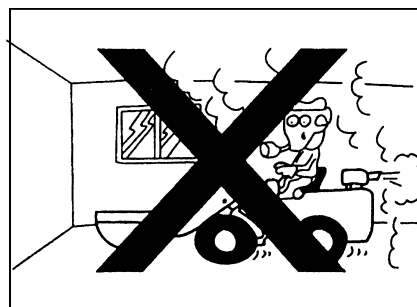

Рис. 1-71
- Если необходимо применить погрузчик, или обработать топливо, промыть детали или покрасить его в замкнутом или плохо вентиляционном месте, то нужно открыть двери и окна для обеспечения достаточной вентиляции во избежание отравления газом. При открытых дверях и окнах все еще не хорошо вентиляционное, следует установить вентилятор (рис. 1-71).